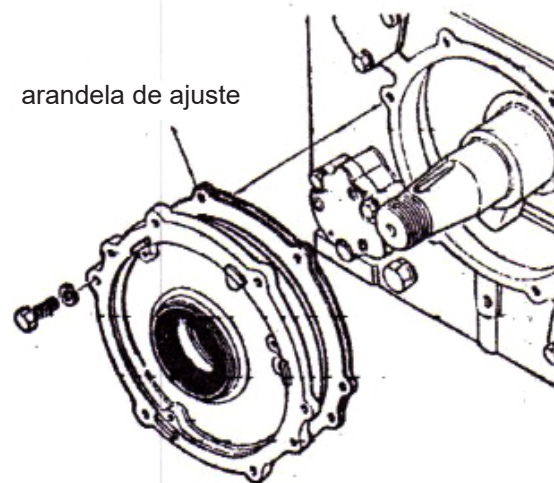

Figura 13. Regulando el huelgo axial del cigüeñal, aumentando o reduciendo el espesor de la empaquetadura.
e. si el cigüeñal está demasiado ajustado o demasiado flojo después de haber atornillado el conjunto principal de cojinetes, se lo puede reajustar aumentando o reduciendo el espesor de la empaquetadura (shim), ver figura 13.